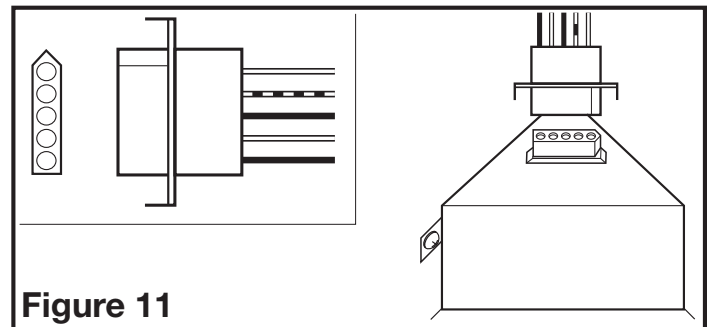

Figure 11
- 3a. **MODÈLES AKLS6 :** Brancher le cordon à raccordement rapide dans le réceptacle. Ce cordon ne s'ajuste que d'une seule façon dans le réceptacle (Figure 11).